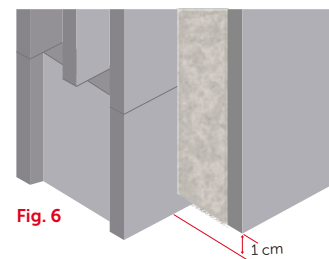

Fig. 6
- 6 En la parte inferior deberá controlar la separación de 10 mm. con respecto al nivel del piso terminado y el correcto pegado del **Revestimiento Térmico** en esa zona. **Fig6**